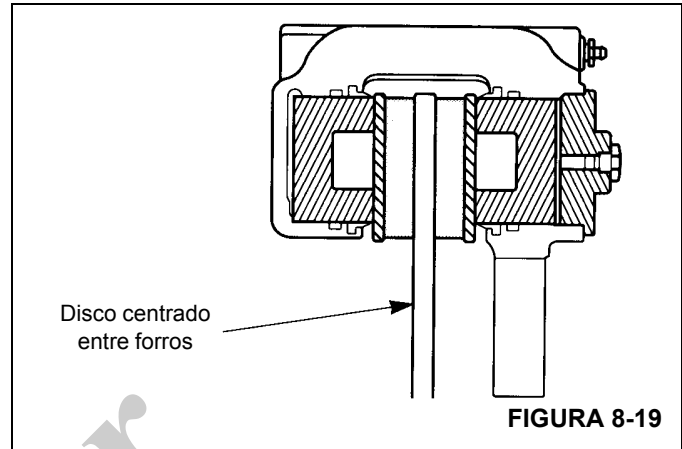

FIGURA 8-19
- b. Los suplementos deberán ser de acero, rectificadas hasta quedar planos y paralelos y deberán cubrir toda la superficie de montaje del cubo o de la caja. Los forros deberán moverse libremente en la caja y entre las placas terminales (Figura 8-19).